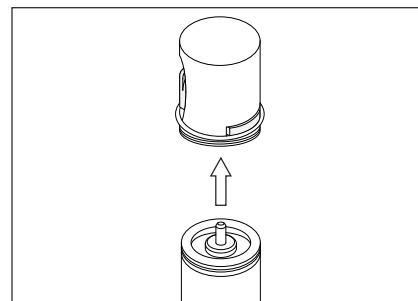

Figura 4
1. Retire la tapa de envío/válvula de medición de la célula de combustible, si corresponde. Vea la Figura 4.